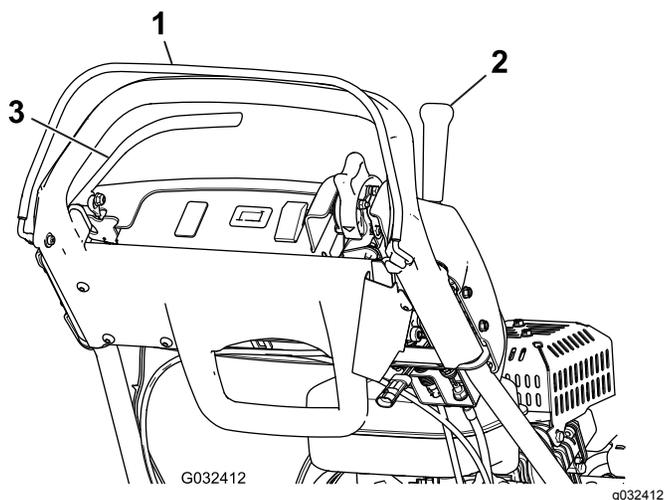

图31
3. 放开操作员到位控制装置后尝试接合牵引杆图31。牵引杆应该不能接合。如果牵引杆能够接合则需要对联锁系统进行维修。请在操作之前解决问题请参阅 维护牵引联锁开关 \(页码 26\)。
4. 压下操作员到位控制装置并接合牵引杆然后松开操作员到位控制装置图31。牵引杆应脱离。如果牵引杆不能分离则需要对联锁系统进行维修。请在操作之前解决问题请参阅 维护牵引联锁开关 \(页码 26\)。
5. 压下操作员到位控制装置并将换挡控制杆移至左侧接合牵引和滚刀驱动装置然后松开操作员到位控制装置图31。牵引杆应脱离。如果牵引杆不能分离则需要对联锁系统进行维修。请在操作机器之前纠正该问题请参阅 维护牵引联锁开关 \(页码 26\)或 调整滚刀控制装置 \(页码 29\)。
6. 压下操作员到位控制装置并将换挡控制杆移至左侧接合牵引和滚刀驱动装置将换挡控制杆移至右侧分离滚刀驱动装置图31。滚刀驱动装置应分离。如果滚刀驱动不能分离则需要对联锁系统进行维修。请在操作之前解决问题请参阅 调整滚刀控制装置 \(页码 29\)。
2. 压下操作员到位控制装置接合牵引杆并使发动机控制装置处于启动位置图31。尝试启动发动机。发动机不应启动。如果发动机启动则需要对联锁开关进行维修。请在操作之前解决问题。请参阅 维护牵引联锁开关 \(页码 26\)。
2. 分离牵引杆接合刹车并使发动机控制装置处于启动位置图31尝试启动发动机。发动机应启动。如果发动机没有启动则需要对联锁开关进行维修。请在操作机器之前纠正该问题请参阅 (页码)。
3. 发动机运行时接合脚踏刹车而非手刹压下操作员到位控制装置并接合牵引杆图31。发动机应慢慢减速但不应熄火。如果发动机快速关闭则需要对联锁开关进行维修。请在操作机器之前纠正该问题请参阅 (页码)。
4. 发动机运行时接合手刹锁定装置按下操作员到位控制装置并接合牵引杆图31。发动机应关闭。如果发动机没有关闭则需要对联锁开关进行维修。请在操作之前解决问题请参阅 (页码)。